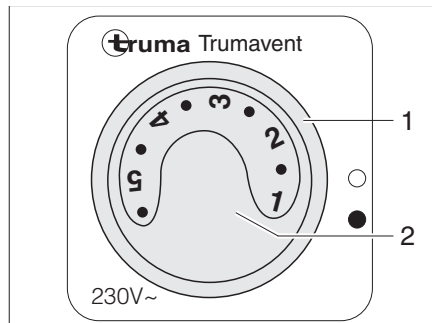

Bild 108 Reglage för cirkulationsfläkt (230 V)
- Ställ vridströmställaren (Bild 108,1) i läge "●".
- Ställ in önskad effekt på cirkulationsfläkten med vredet (Bild 108,2).
- Ställ vridströmställaren (Bild 108,1) i läge "○".